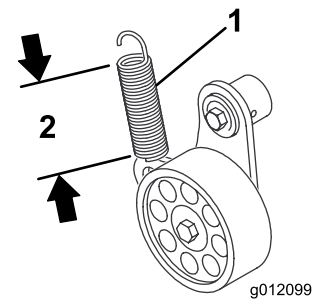
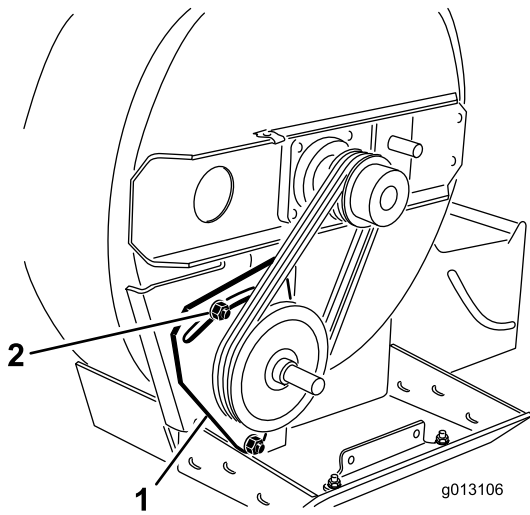

Figura 15
Figura 16
2. Una nueva correa tendrá la tensión adecuada cuando el cuerpo del muelle tensor esté extendido en una longitud de 83 a 89 mm 3-1/4" a 3-1/2") (Figura 15).
- Rote el tensor de correa (Figura 15) hasta que el cuerpo del muelle tensor esté extendido en una longitud de 83 a 89 mm 3-1/4" a 3-1/2") (Figura 16), luego ajuste la tuerca.